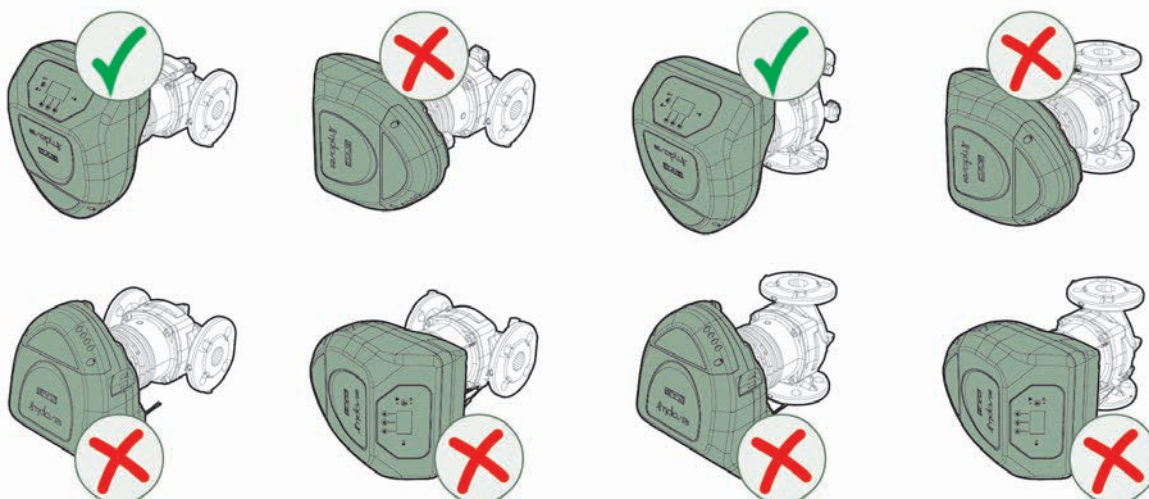

Рисунок 5
Пользовательский интерфейс можно поворачивать в положения, отличные от стандартных, см. Рисунок 5
- если температура окружающей среды выше температуры жидкости, существует риск образования конденсата. Этот конденсат должен и может отводиться по крайней мере через **одно из трех дренажных отверстий**, расположенных на корпусе двигателя, см. Рисунок 5